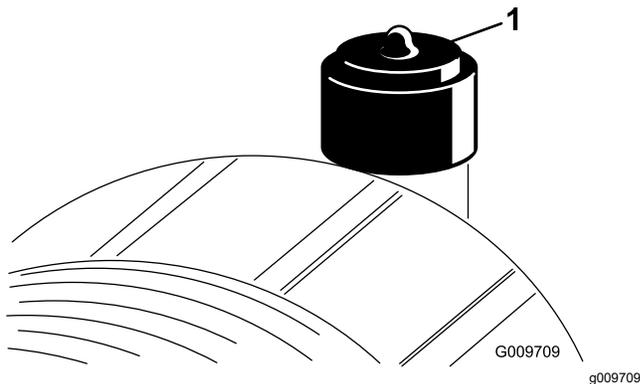

Figure 49
Faites l'entretien du filtre à air uniquement quand l'indicateur de colmatage (Figure 49) indique que cela est nécessaire. Ne remplacez pas le filtre à air plus fréquemment que nécessaire ; cela ne fait qu'accroître le risque de contamination du moteur par des impuretés quand le filtre est déposé.
2. Réarmez l'indicateur de colmatage (Figure 49) s'il est rouge.